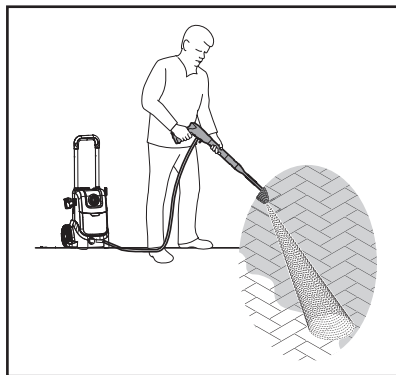

Fig. 16
2. En cas d'utilisation de la buse variable (19), régler le type de jet requis.
4. Tenir le pistolet de pulvérisation (15) à deux mains.
5. Mettre la machine en marche en tournant l'interrupteur rotatif marche / arrêt (3) pour le mettre en position « I ».
7. Appuyer à fond sur la gâchette du pistolet de pulvérisation (15a) pour libérer le jet d'eau, comme illustré à la Fig. 16.